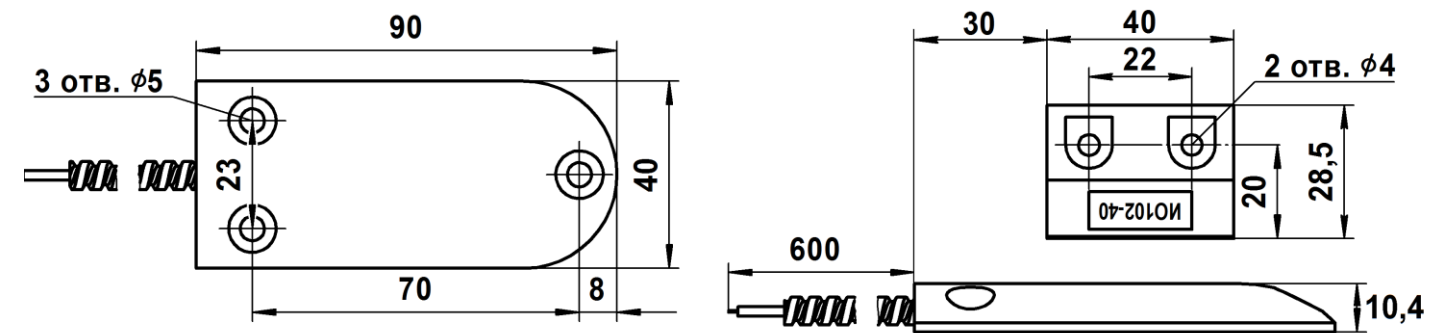
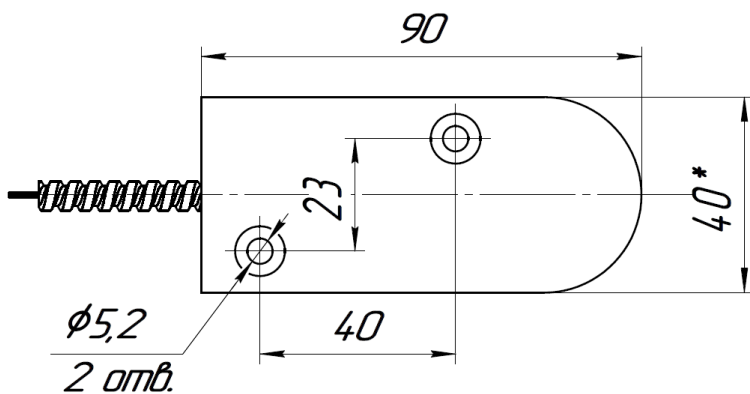

Рис.1
Рис.2
1.13 Расположение и диаметр крепежных отверстий ИО102-40 приведены на рис.1 и рис.2.